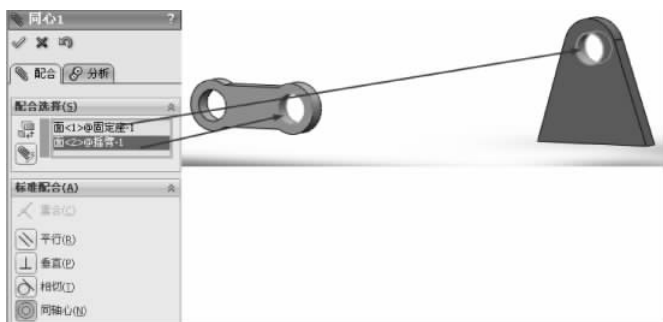

图 3-212 同轴心配合
(1) 单击【装配体】工具栏中的【配合】按钮 , 弹出【配合】的属性设置。选择【标准配合】选项组下的【同轴心】配合类型 , 在【要配合的实体】选择框  中选择如图 3-212 所示的面, 其他保持默认, 单击【确定】按钮 , 完成同轴心配合。